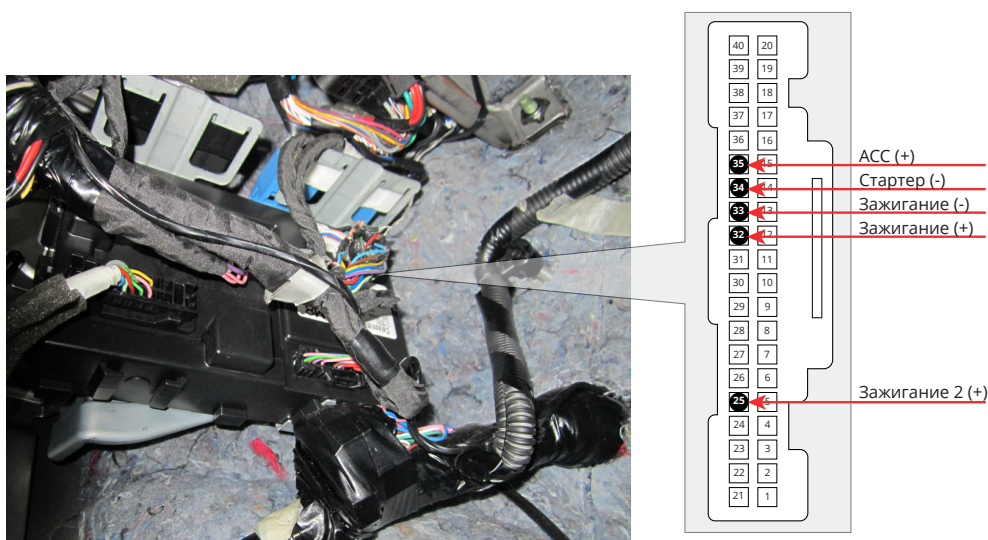

Рис.3 Место подключения к цепям запуска двигателя
2. Осуществите подключение цепей автозапуска, используя провода выделенные на рисунке №2. Подключение к автомобилю производится слева от рулевого вала (см. рис. 3).